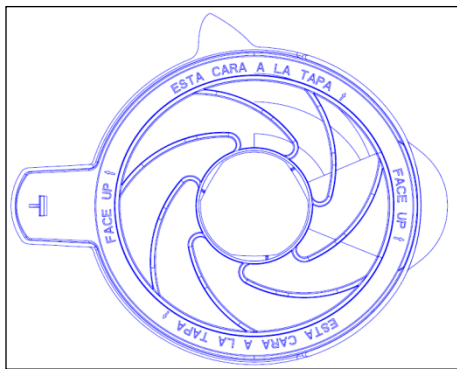
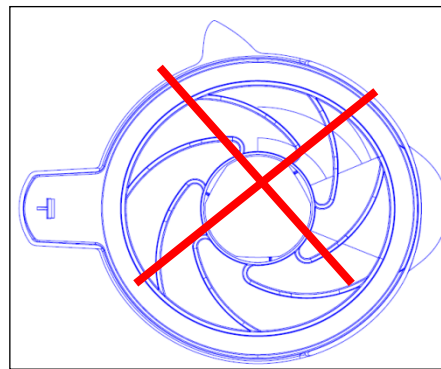

Figura 15
Figura 16
1. Cubierta de la jarra SS: Para cubrir la jarra SS. Un anillo de sellado en el interior puede evitar la comida, sopa o la salida de vapor; Al montar el anillo de sello "ESTA CARA A LA TAPA ↑, boca arriba ↑" las palabras de advertencia deben ser colocados frente a frente para que los consumidores puedan visualizarlos más abajo la figura 15, si no, el líquido sería derramado. (Figura 16)